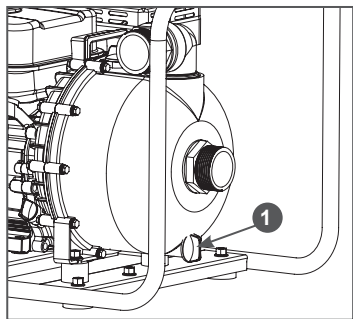

Рис. 14 Расположение пробки отверстия для слива жидкости из корпуса насоса
7. Открутите сливную пробку и слейте жидкость из корпуса насоса в отдельную емкость. Пробка 1 отверстия для слива воды из корпуса насоса находится в нижней части насоса под верхним (всасывающим) фланцем (Рис. 14).